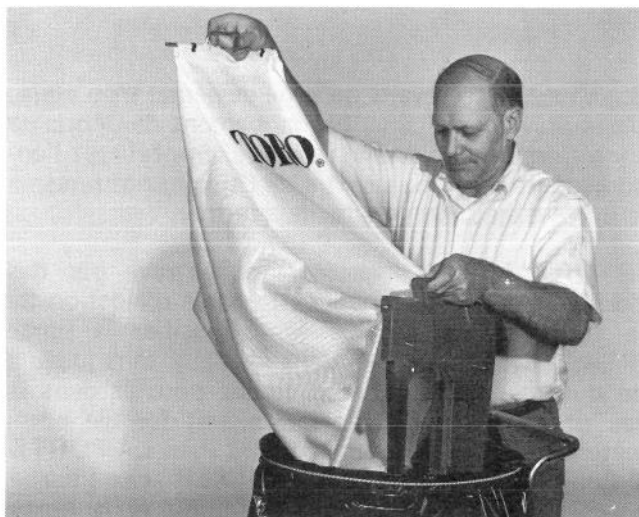

Figure 24
9. Pour vider le sac, déclenchez la poignée avant du sac et levez l'arrière du sac. La porte du sac s'ouvrira sous le poids des débris de tonte pour laisser l'herbe coupée sortir du sac. Si vous déversez le contenu dans une poubelle, enfoncez l'ouverture du sac dans la poubelle et levez l'arrière du sac (Fig. 24).